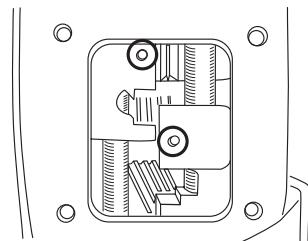

Рис. 10
- установить направляющие штифты (**Рис. 10** обведены) в вилки переключения РК (диаметр штифтов 4 мм, высота над вилкой должна составлять 4–5 мм);